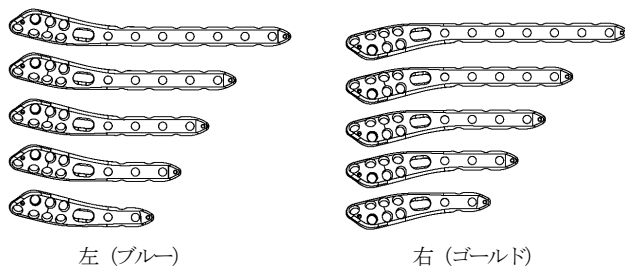

図1
- 2) 骨折部の整復後、トライアルを用いてプレートのサイズ（骨幹部の穴数）を決定します。（図 1）